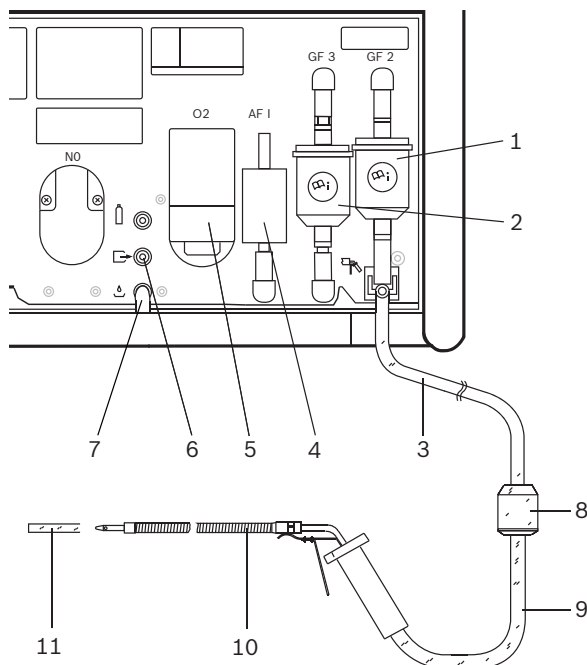

Fig. 3: BEA 060
- Skift af grovfilter GF1 (fig. 3, pos. 8) i udtagningslange.
- Skift af grovfilter GF2 (fig. 3, pos. 1), se kapitel 5.4.4.
- Kontroller at begge PVC-slanger er tilsluttet på gasudgange (fig. 3, pos. 6 og 7).
- Visuel kontrol af udgangssonde (fig. 3, pos. 10).
- Skift af aktivt-kul filter (fig. 3, pos. 4) i kalibreringsgaslinje.